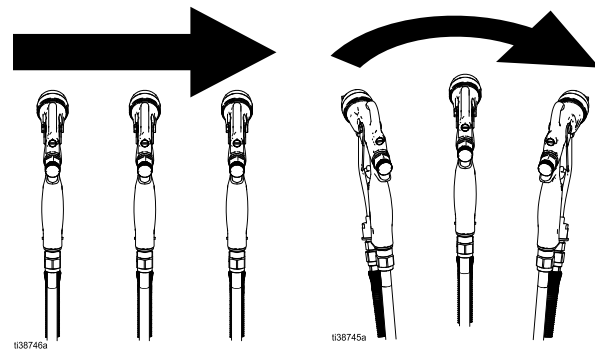

ABB. 24: Spritztechniken
3. Abzugssperre (9) verriegeln.
4. Glatte, gleichmäßige und parallele Striche spritzen. Jeden Strich um 50 % überlappen, um eine gleichmäßige Abdeckung zu erreichen. **Keine bogenförmigen Striche ausführen.** Dies hat eine ungleichmäßige Abdeckung zur Folge. Siehe ABB. 24.